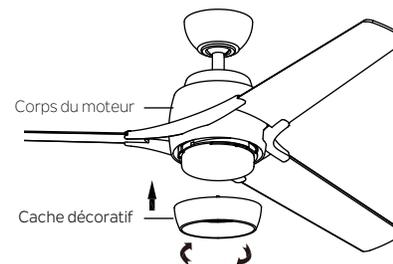

Fig. 18
Étape 4. Fixer le cache décoratif au corps du moteur en le tournant dans le sens des aiguilles d'une montre. Ne pas serrer avec excès. (Fig. 18)